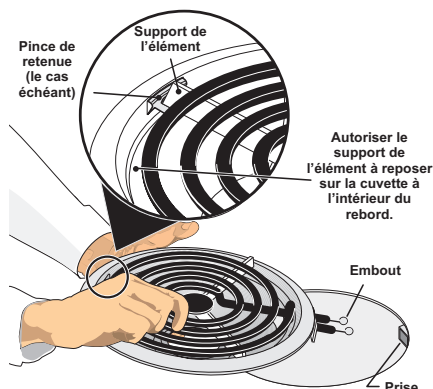

Figure 28: Retrait des éléments de surface et des égouttoirs
2. Pendant que vous tenez la cuvette et l'élément de surface, tirez doucement pour sortir l'embout de sa prise (Figure 28).
1. Glissez l'embout de l'élément dans l'ouverture de la cuvette (Figure 28).
3. Lorsque l'élément de surface est placé dans la cuvette, alignez l'embout avec la prise comme illustré (Figure 28).